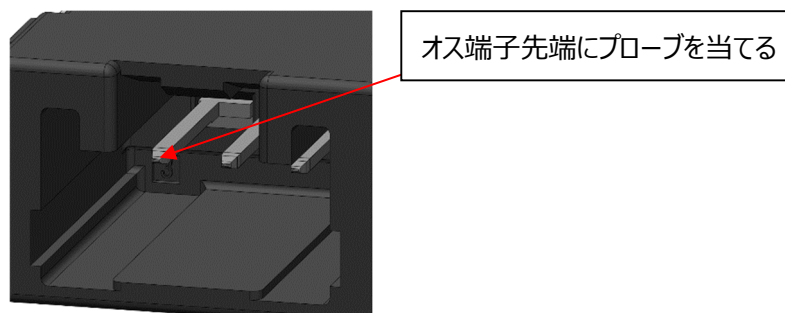

図 54. オスコネクタ導通検査接点
- ① オスコネクタの導通検査を行う時は、オス端子先端に 0.5N 以下の荷重でプローブを当てて検査を行って下さい。0.5N 以上の荷重を加えた場合、オス端子変形の恐れがあります。(図 54 参照)
- ② 端子に変形や傷が見られた場合は、使用せず、新品と交換して下さい。